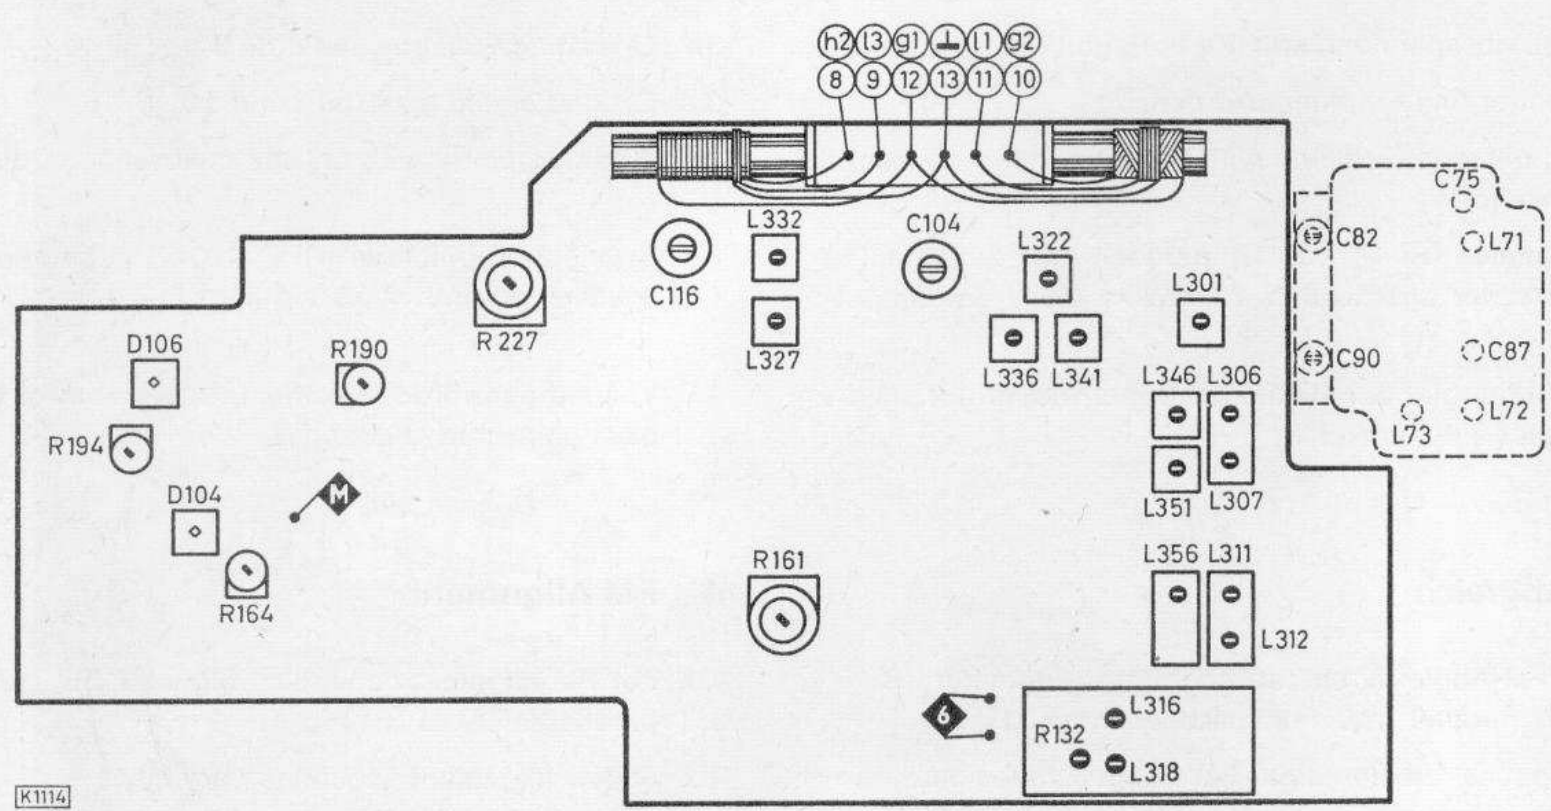

Fig. 1
- 4.1 Beim FM-Abgleich ein hochohmiges Voltmeter ($R_i \geq 50 \text{ k}\Omega/\text{V}$) parallel zu C 143 anschließen, <6> Fig. 1.
- 4.1 For FM alignment connect voltmeter ($R_i \geq 50 \text{ k}\Omega/\text{V}$) in parallel to C 143 <6> Fig. 1.
- 1) Ein AM-Signal, 400 Hz, 30 % moduliert, soll eine Ratiospannung von 1,0 V erzeugen. Dann mit R 132 ein Spannungsminimum am Outputmeter einstellen, Fig. 1.
- 1) An AM signal, 400 Hz, 30 % modulated, must produce a ratio voltage of 1.0 V. Adjust a voltage minimum at the outputmeter by means of R 132, see fig. 1.
- 9.3 Regler R 227 auf Schwebungsnull abgleichen (Fig. 1).
- 12.2 Spule D 106 auf max. Spannung an <M> abgleichen (Fig. 1).
- 13.4 HF-Sperrkreis D 104 auf Spannungsmaximum am Röhrenvoltmeter abgleichen (Fig. 1).